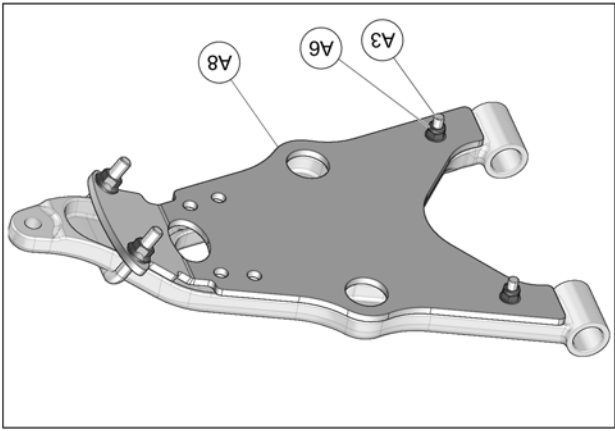

Fig. 16
5. Positionner la plaque de renfort (A8) sous le bras de suspension inférieur. Fixer l'extrémité située près du châssis à l'aide de deux boulons M8x45mm (A3) et deux écrous (A6). Voir la Fig. 16